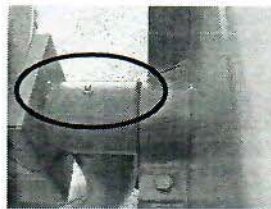

Fig. 6.1. Engrasadores
- Engrasar periódicamente los elementos móviles dispuestos de engrasadores (ver fig. 6.1.).